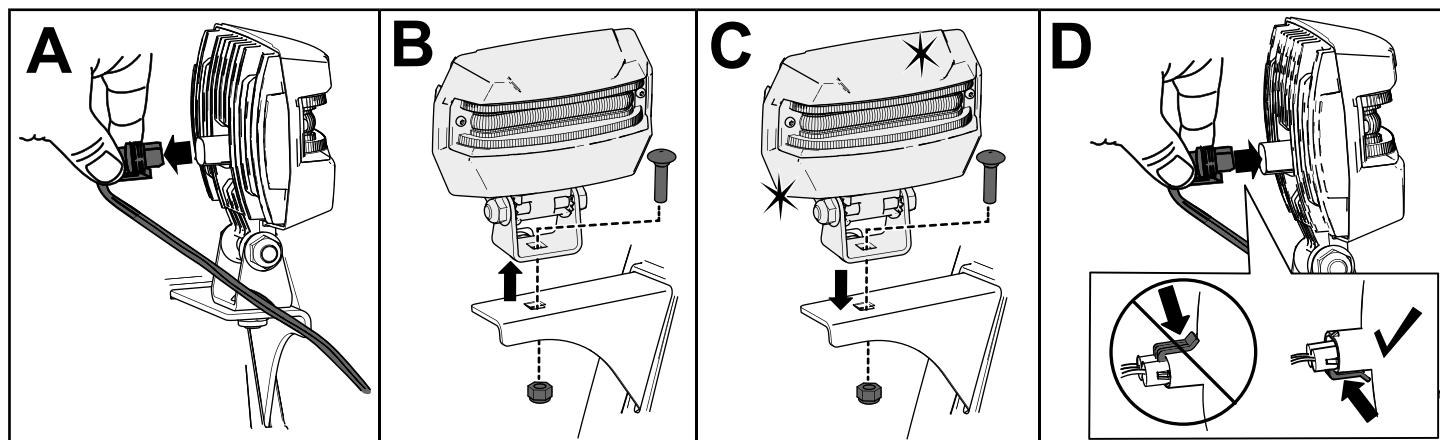

Figura 40
1. Detașai cablul de pe partea din spate a farului (A din Figura 40).
2. Scoateți urubul și piulia care fixează farul pe suportul acestuia și îndepărtați farul vechi (B din Figura 40).
3. Fixați farul nou pe suport cu urubul și piulia pe care le-ați demontat la pasul anterior (C din Figura 40).
4. Introduceți cablul în spatele farului până când se fixează în poziție (D din Figura 40).